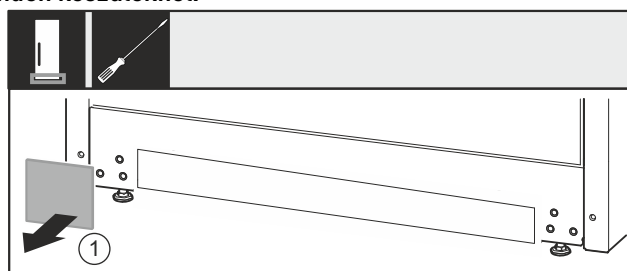

Fig. 35
- ▶ Vegye le a fedelet Fig. 35 (1).